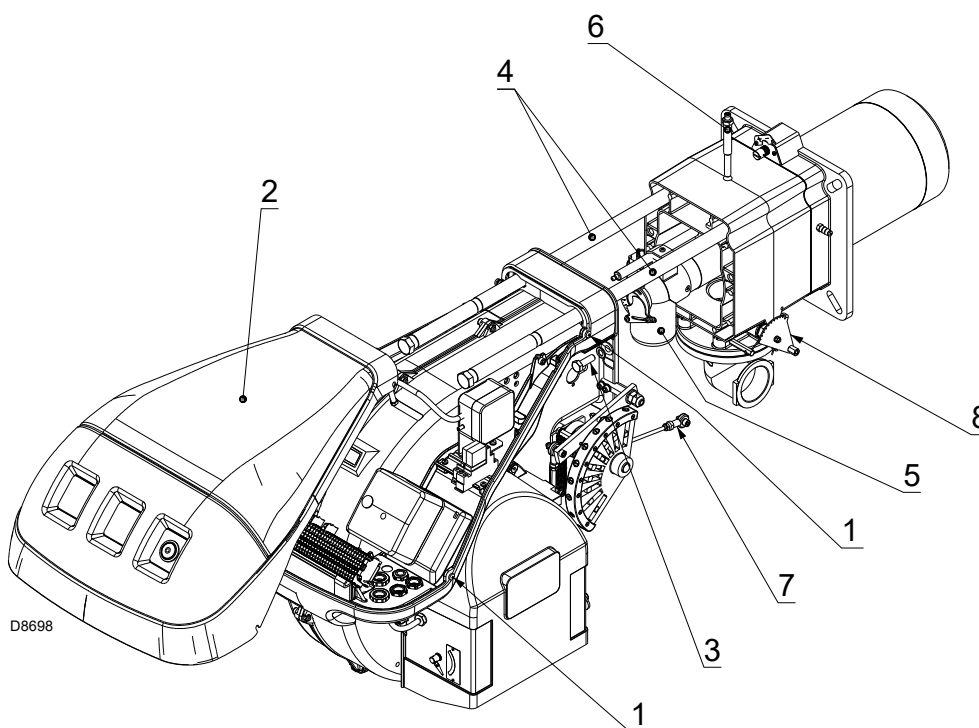

Fig. 38
Asegurarse de que los orificios de salida del gas para la fase de encendido, presentes en el distribuidor del cabezal de combustión, se encuentren libres de impurezas o depósitos de óxido. En caso de duda, desmontar el codo 5)(Fig. 38, pág. 33).
- Aflojar los tornillos 1) y quitar la tapa 2)(Fig. 38).
- Volver a colocar los tornillos 3)(Fig. 38) y tirar suavemente hacia afuera de los cables de sonda y electrodo, hasta tensarlos ligeramente.